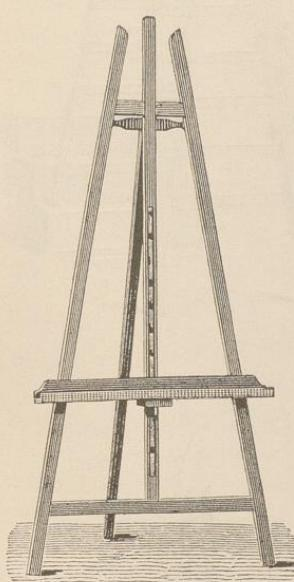
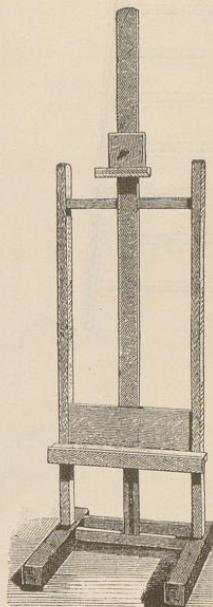

Fig. 333.
Fig. 334.
4. Die **Staffeleien** sind für den Tafelmaler ein unentbehrliches Gerät, aber auch der Dekorationsmaler wird sie vielfach benützen können, wenn es sich um die Ausführung kleinerer Stücke in der Werkstatt handelt. Dieses Gerät wird in zahlreichen Formen, Gröfsen und Preislagen hergestellt, je nach Zweck und Bedarf. Der Dekorationsmaler wird in erster Reihe auf Einfachheit und genügende Gröfse sehen. Die Fig. 333 giebt eine einfache, schrägstehende Staffelei wieder, während in Fig. 334 eine solche abgebildet ist, die das senkrechte Einstellen von Rahmen ermöglicht, zu welchem Zwecke der obere Schieber verstellbar ist.